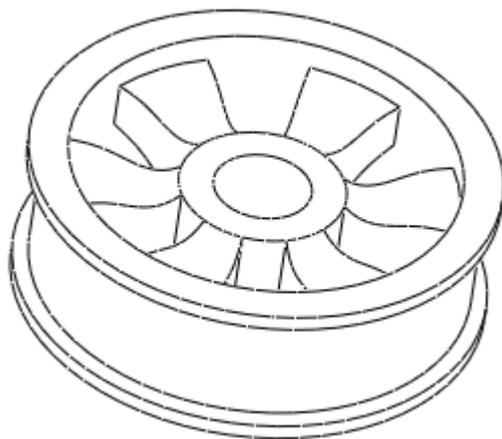

图 53-19
- (4) 单击特征操控板中的  按钮，完成阵列特征，结果如图 53-19 所示。